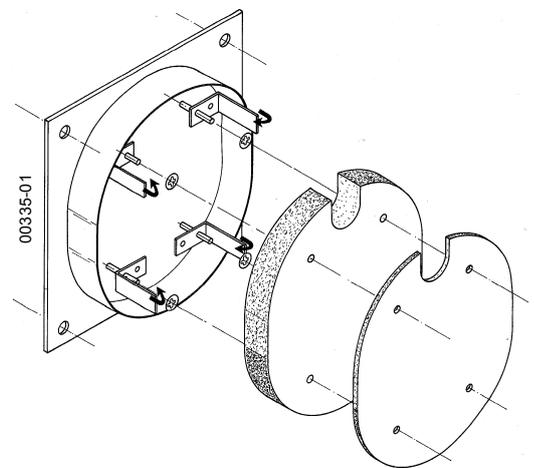

Рис. 15
<p>Установка оптимизаторов (опцион)</p>	<ul style="list-style-type: none"> <li>• При необходимости просверлить в двери отверстия со стороны горелки.</li> <li>• Приклеить шнур из керамических волокон в желоб переднего элемента (соединение шнура со стороны, противоположной шарниру).</li> <li>• Установить устройство смотрового окна (3) на дверь (4) при помощи шпилек (5), шайб (2) и крыльчатых гаек (1).</li> <li>• Установить кольцо (19) на ось (21). Надеть втулки (17) и стержни (18) на ось (21), не забыв шайбу (20). Закрепить узел на котле при помощи винтов (15) и шайб (10).</li> <li>• Закрепить опорные пластины (11) на котле при помощи винтов (9) и шайб (10). Завинтить шпильки (12) в пластины (11).</li> <li>• Навинтить центровочную гайку (6) на соединительные детали (18). Установить дверь на эти гайки и навинтить 2 другие центровочные гайки на соединительные детали (18).</li> <li>• Установить 4 скобы из нерж. стали при помощи быстроразъемных соединений на стержни Ø 8.</li> <li>• Установить уплотнения двери, минеральной ватой (коричневого цвета) к двери и керамическими волокнами (белого цвета) к топке (см. рис.15).</li> <li>• Прижать 4 скобы из нерж. стали к керамическим волокнам.</li> <li>• Обрезать изоляторы (при помощи ножовочного полотна), используя в качестве шаблона отверстие в двери горелки.</li> <li>• Закрыть дверь при помощи гаек (7) и шайб (8).</li> <li>• Отрегулировать герметичность двери при помощи гаек (6 и 7).</li> </ul> <p>Смотри раздел 4.2.</p> <p>ВНИМАНИЕ: После нескольких часов работы проверить герметичность двери с помощью :</p> <p>1° 4 регулирующих гаек со стороны шарнира (6).</p> <p>2° 2 блокировочных гаек со стороны открытия (7).</p>